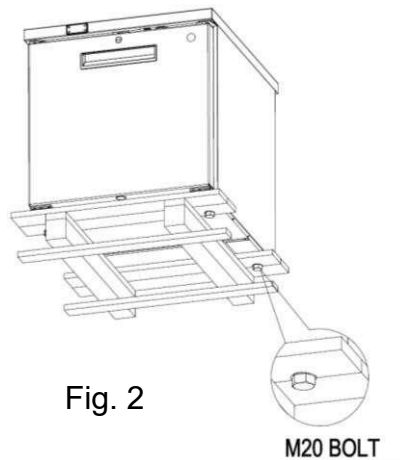

Fig. 2
- Fjern de to M20-bolte fra bunden af enheden (se fig. 2).